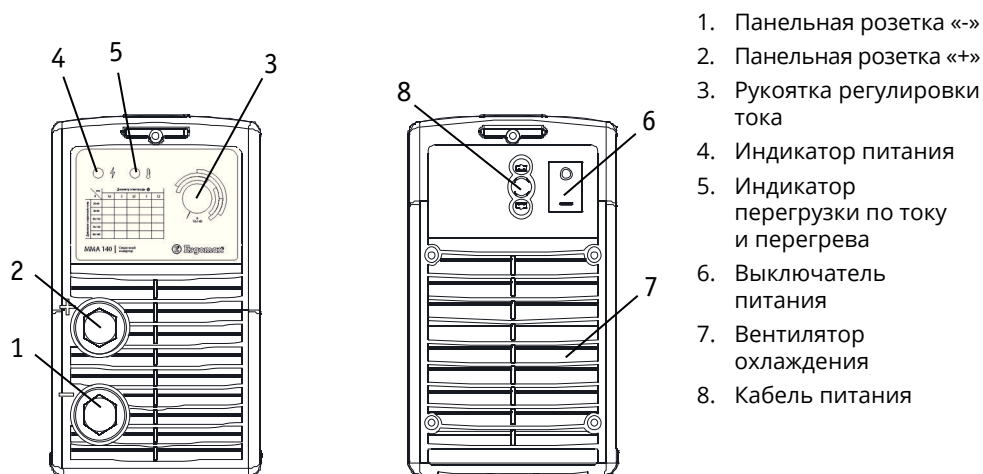

Рис. 1.2
Внешний вид аппаратов и расположение элементов управления показано на **рис. 1.2**.
Включите электропитание с помощью выключателя питания (6) **(рис. 1.2)**. Убедитесь, что индикатор питания на лицевой панели аппарата (4) светится зеленым – светодиод сигнализирует о включении аппарата и его исправности.
Установите требуемую величину сварочного тока с помощью ручки управления (3) (**рис. 1.2**) в соответствии с диаметром электрода, пространственным положением шва и типом соединения.
При перегреве аппарата загорается индикатор (5) на лицевой панели (**рис. 1.2**), и процесс сварки автоматически прекращается. При этом работает вентилятор для охлаждения внутренних частей аппарата. Не отключая аппарат, дождитесь, пока внутренняя температура не станет соответствовать стандартному диапазону и погаснет лампа индикатора.
Перед началом работ убедитесь, что решетки вентилятора аппарата (7) (**рис. 1.2**) раскрыты и ничем не заблокированы. Минимальное расстояние между аппаратом и соседними объектами должно составлять 30 см. Хорошая вентиляция является залогом нормальной работы и продолжительной жизни аппарата.